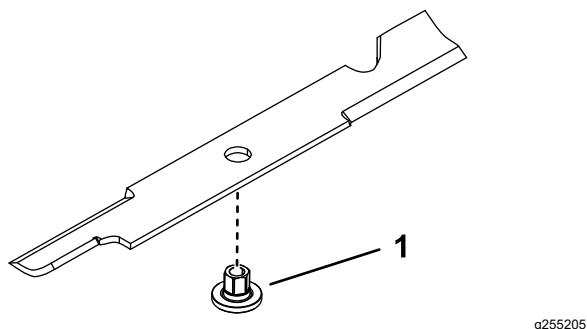

Figura 78
1. Instale o casquilho através da lâmina com a flange do casquilho na parte inferior (relva) da lâmina (Figura 78).